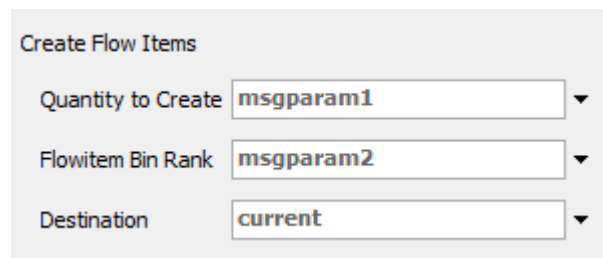

Fig. 6. Paramètres de Create Flow Items
2. **Create Flow Items** – permet de créer un élément de flux. Le nombre d'éléments à créer est défini dans le champ Quantity to Create. Le type d'élément de flux (FlowItem Bin Rank) est indiqué par la valeur numérique correspondant à sa position dans la liste des éléments disponibles dans la section FlowItem Bin. Le champ Destination détermine l'endroit où les objets apparaissent. Les valeurs de ces paramètres doivent être associées à celles du message reçu (fig. 6).